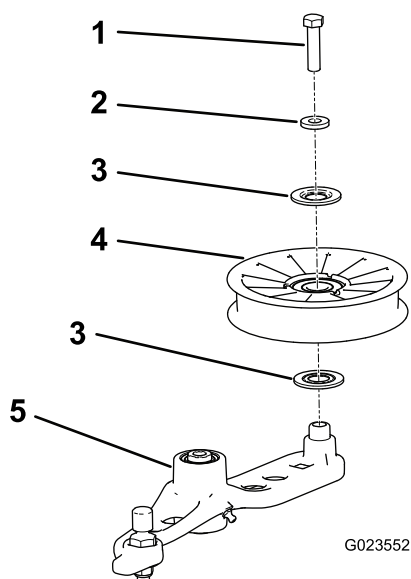

Figure 58
6. Retirez le boulon qui fixe l'ancienne poulie de tension au bras tendeur, et posez une poulie neuve (Figure 58).